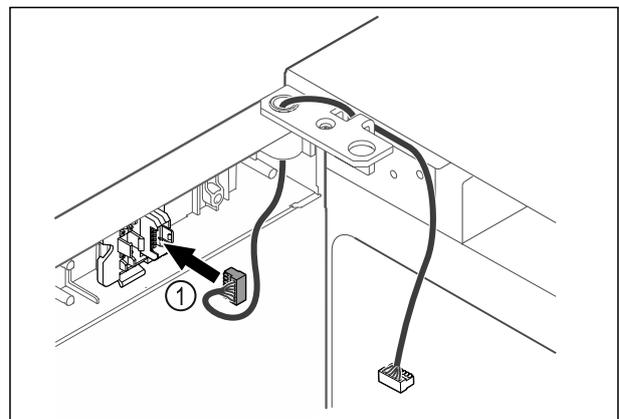

Fig. 59
- ▶ Вставити штекер Fig. 59 (1) в кріплення штекера.